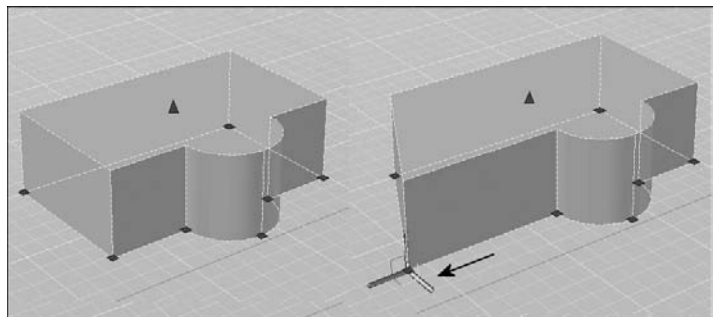
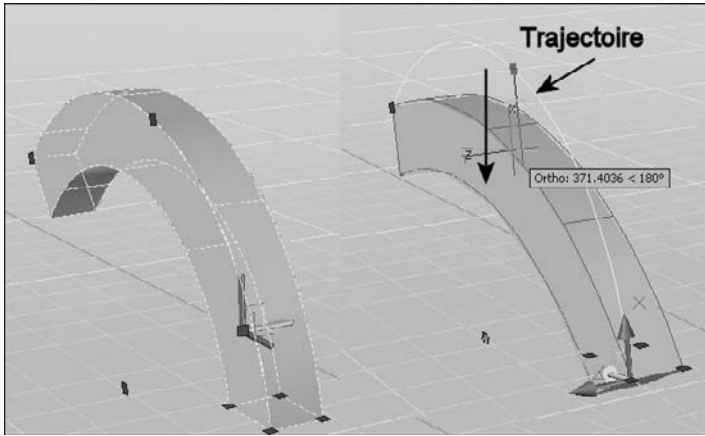

Fig.20.1
Fig.20.2
- **Les solides et surfaces d'extrusion :** lorsque vous sélectionnez des solides ou des surfaces d'extrusion ils affichent des poignées sur leur profil. Le profil est la silhouette originale utilisée pour créer le solide ou la surface d'extrusion et qui définit la forme de l'objet. Vous pouvez utiliser ces poignées pour manipuler le profil de l'objet, ce qui modifie la forme de l'ensemble du solide ou de la surface (fig.20.1). Si une trajectoire a été utilisée pour l'extrusion, elle s'affiche et peut être manipulée avec des poignées (fig.20.2). En l'absence de trajectoire, une poignée de hauteur s'affiche au sommet du solide ou de la surface d'extrusion, qui vous permet de redéfinir la hauteur de l'objet.